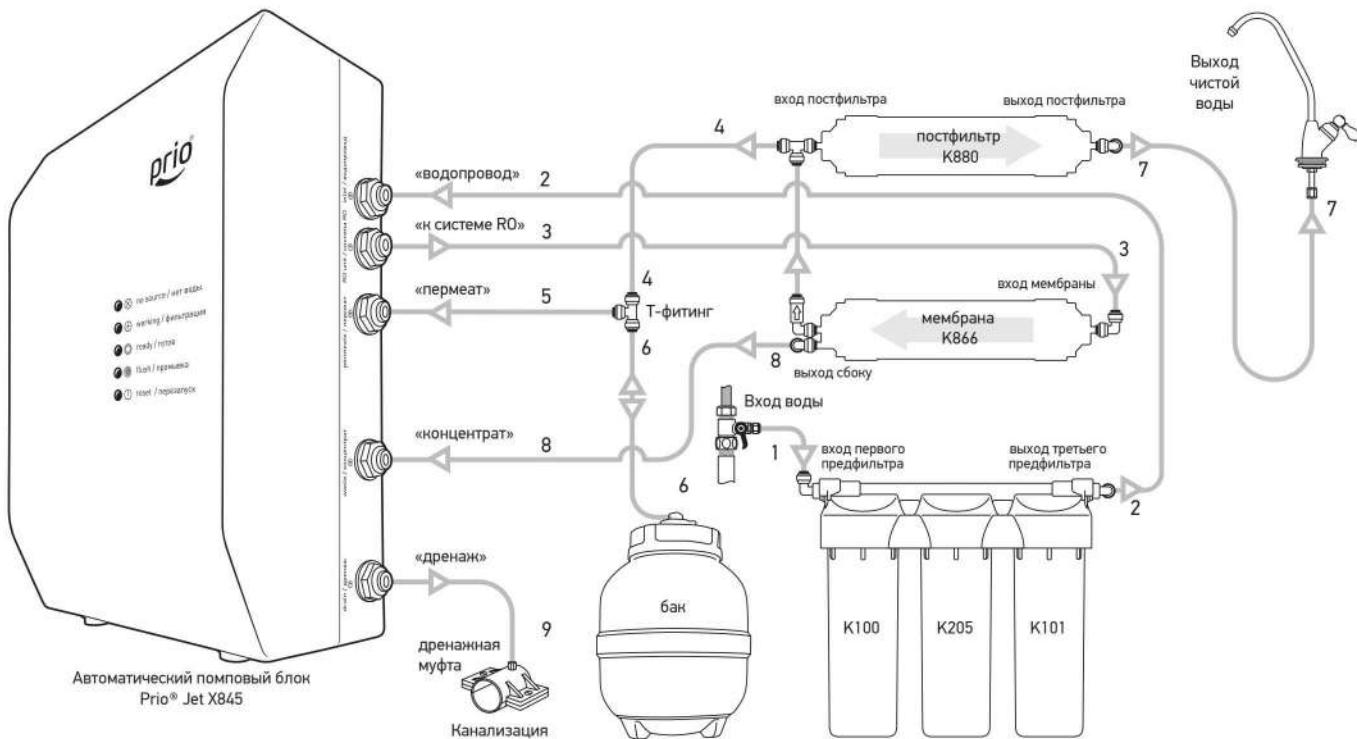

Рис.2. Принципиальная схема подключения OU600
На первой ступени предварительной очистки картридж из полипропилена K100 задерживает механические примеси и прочие частицы размером крупнее 5 микрон (Рис. 2).
- Установить в водопроводную магистраль холодной воды тройник с шаровым краном (см. Рис. 2).
- Собрать с помощью входящих в комплект поставки пластиковой трубы (шланга) систему «магистраль → система обратного осмоса → кран» в соответствии со схемой подключения (см. Рис. 2).